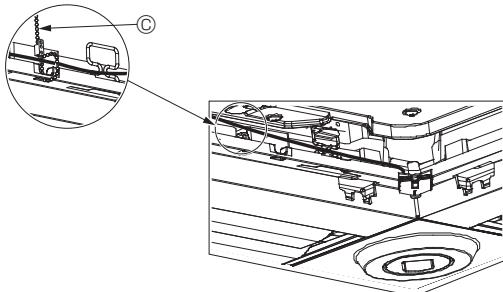

Fig. 5-13
- Fixez les fils du capteur i-See et du récepteur de signal au panneau à l'aide des fixations, comme indiqué sur le schéma, de sorte qu'il n'y ait pas de mou au niveau des fils, puis coupez le fil qui dépasse aux extrémités de la fixation. (Fig. 5-13)
- Si la position du capteur i-See a été permutee de la position "○" (E) à la position "□" (F), changez le paramétrage des commutateurs. (Voir page 44.)